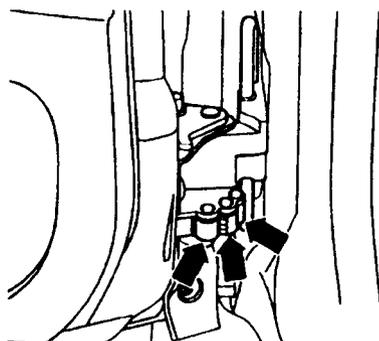

图 1-8 车门定位器润滑部位
(1) 用润滑剂 G052 778 A2 润滑,图 1-8 中车门定位器所示区域。
(2) 用润滑剂:G052 778 A2 润滑锁芯。
(3) 检查滑动车顶是否泄漏并清洁导轨。
(4) 在导轨上涂润滑脂 G052 778 A2。
(5) 检查滑动车顶的功能。